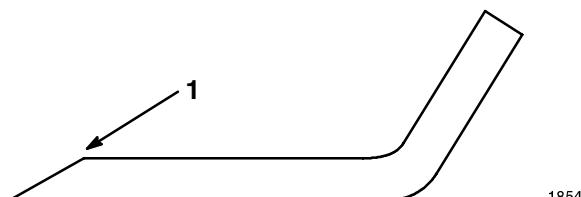

Abbildung 35
1. Die Schneidkante an beiden Enden des Schnittmessers mit einer Feile schärfen (Abb. 35). Den ursprünglichen Winkel beibehalten. Das Schnittmesser behält seine Balance bei, wenn von beiden Schneidkanten die gleiche Materialmenge entfernt wird.